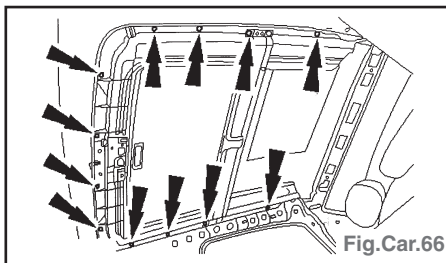

Fig.Car.66
- Détacher le panneau de toit ouvrant du toit (12 vis) (Fig.Car.66).